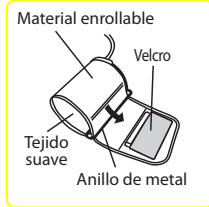

Fig. 2
- El manguito está colocado correctamente cuando el velcro se encuentra en la parte externa del manguito y el anillo de metal no está en contacto con la piel (Fig. 2).